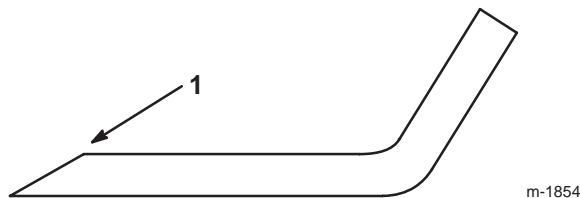

Bild 29
1. Schärfen Sie die Schnittkante an beiden Enden des Schnittmessers mit einer Feile (Bild 29). Behalten Sie den ursprünglichen Winkel bei. Das Schnittmesser behält seine Auswuchtung bei, wenn von beiden Schnittkanten die gleiche Materialmenge entfernt wird.